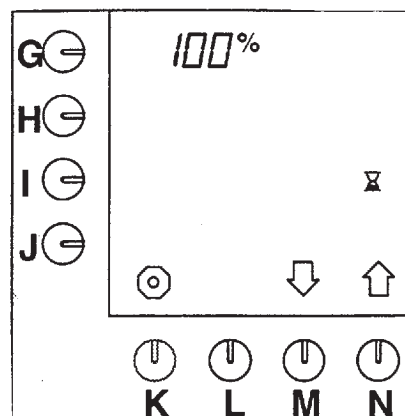

Рис.35 Временная пауза 100%
- Нажмите кнопку **N** ↑ до появления на экране рис.35